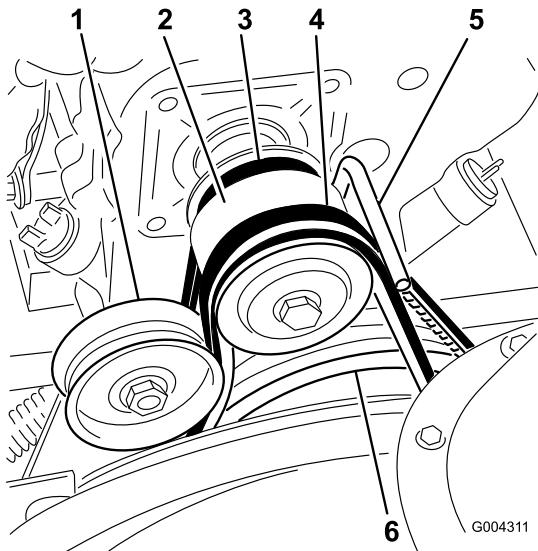

Figure 37
1. Boulon à embase (2)
3. Desserrez le boulon du guide-courroie (Figure 37).
4. Retirez la courroie de fraise/turbine de la poulie du moteur et de la grande poulie de fraise/turbine (Figure 37).
9. Déchaussez la courroie de transmission de la poulie de moteur et de la grande poulie de transmission (Figure 37).
11. Passez la courroie sur la poulie de moteur, en veillant à la faire passer sous le guide-courroie (Figure 37).
16. Placez la courroie de fraise/turbine sur la grande poulie de fraise/turbine et la poulie du moteur, en veillant à la faire passer à l'intérieur de la poulie de tension et du guide-courroie (Figure 37).
2. Desserrez le boulon du guide-courroie (Figure 37).
3. Retirez la courroie de fraise/turbine de la poulie du moteur et de la grande poulie de fraise/turbine (Figure 37).
4. Passez la courroie neuve autour de la grande poulie de fraise/turbine (Figure 37).
5. Passez la courroie sur la poulie de moteur, en veillant à la faire passer sous la poulie de tension et le guide-courroie (Figure 37).